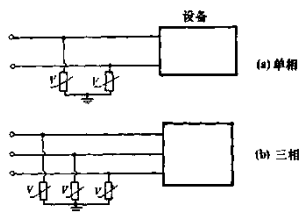

图 2-10 电源线与大地间感应过电压保护电路
(1) 电源线与大地间感应过电压的保护电路: 这类保护电路分单相和三相两种, 分别示于图 2-10(a)和(b)。